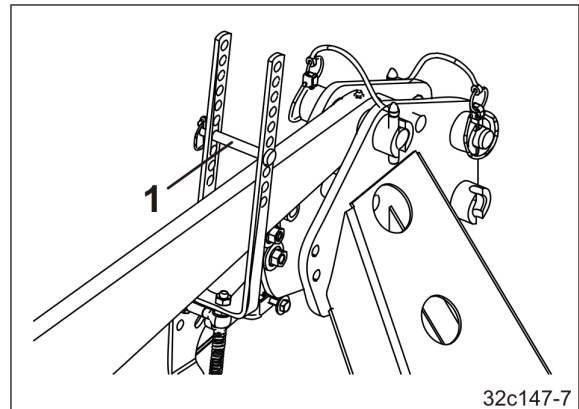

Fig. 114
- 2.1 Remove the pin (Fig. 114/1).